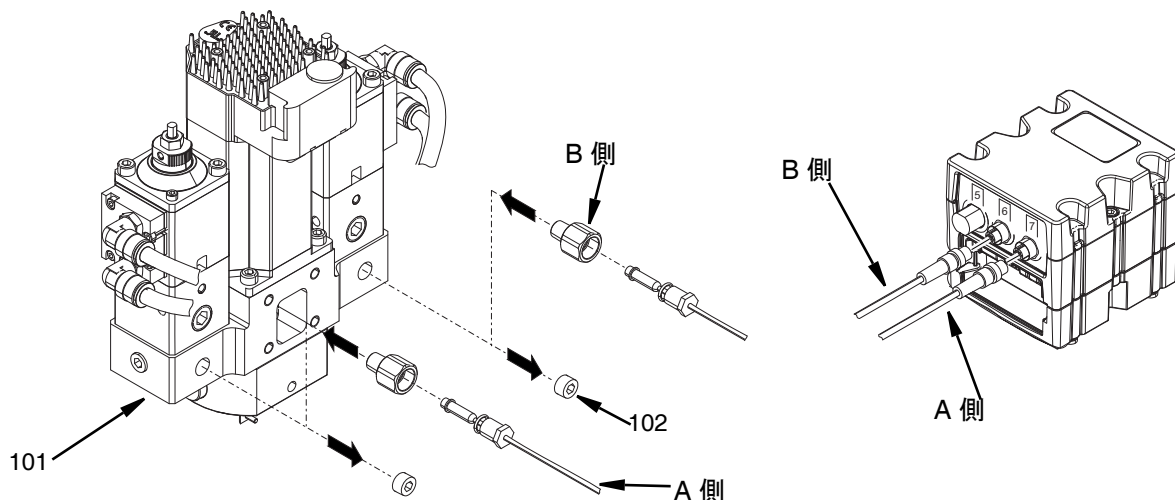

図 40
2. 2 つのプラグ (102) をベースハウジング (101) から取り外してください。
7. B 側の圧カトランスデューサーを GCA キューブモジュールのポート 6 につなげてください。図 40 を参照してください。